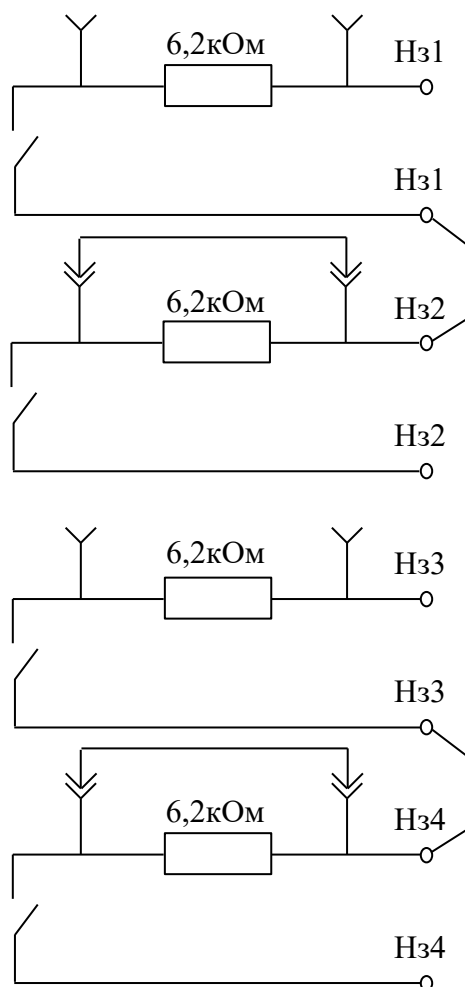

Рисунок 9 – Схема подключения выходных контактов реле для использования по одному реле на каждый участок охраны.
2.4.1.2 В изделии используется четыре выходных реле (см. таблицу 3 и рисунок 9)., Для подключения четырех выходных реле к ССОИ через сопротивления 6,2 кОм необходимо снять перемычки X1, X2, X3, X4 на плате БОС. Перемычки X1, X2, X3 и X4 замыкают резисторы 6,2 кОм. Если, вместо четырех реле необходимо использовать только два (по одному реле на участок), то выходной контакт «3» (Нз1) колодки ХТ7 необходимо объединить с выходным контактом «4» (Нз2), а выходной контакт «7» (Нз3) с выходным контактом «11» (Нз4) при помощи перемычек из провода. Тогда выходные контакты «2» (Нз1) и «5» (Нз2) будут использоваться в качестве выходных контактов реле первого участка. а выходные контакты «6» (Нз3) и «12» (Нз4) в качестве выходных контактов реле второго участка, как показано на рисунке 9. На рисунке 9 перемычки X1 и X3 сняты, чтобы в каждом реле было по одному резистору 6,2 кОм.